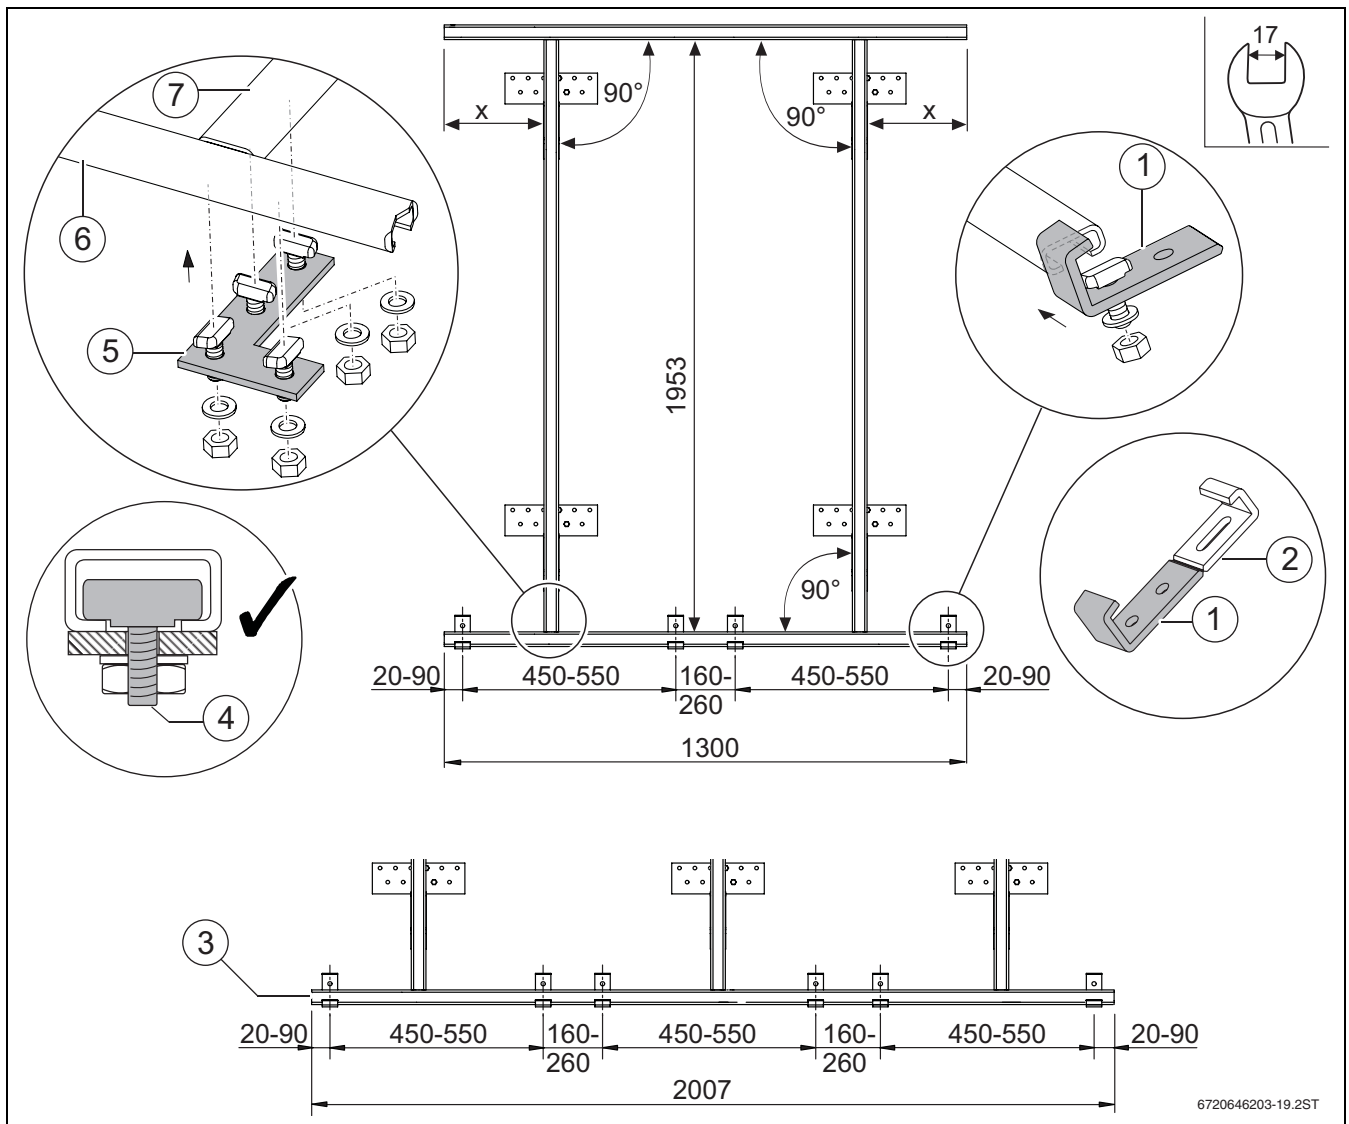

Bild 29 Schienen und Krallen, alle Maße in mm
- ▶ Hammerkopfschrauben am L-Verbinder vormontieren: → Bild 29
- ▶ Haltekralen unten an waagerechte Schiene (1300 mm oder 2007 mm) vormontieren: → Bild 29